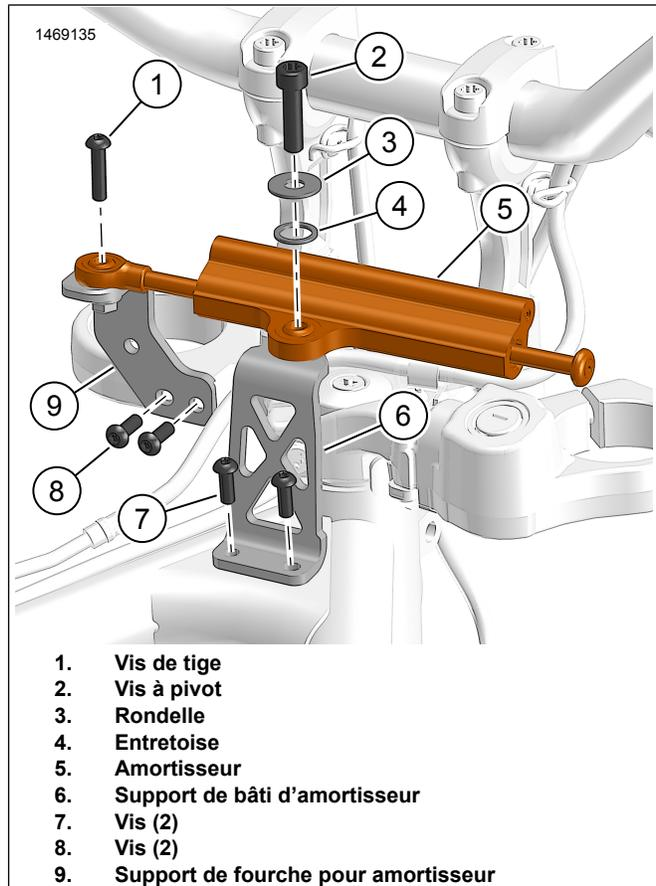

Figure 2. Amortisseur de direction
1. Voir la figure 2. Installer le support de fourche pour l'amortisseur.
- a. Positionner le support de fourche de l'amortisseur (9).
- b. Poser les vis (8). Serrer.